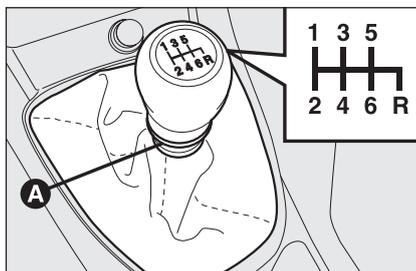
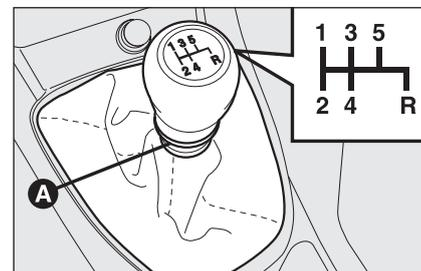
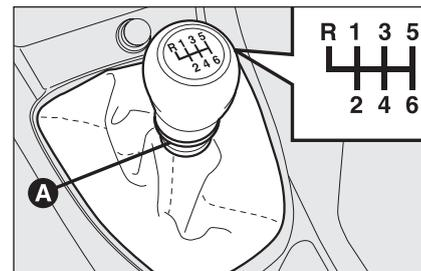

fig. 2
fig. 3
fig. 4
Para acoplar las marchas, pise a fondo el pedal del embrague y ponga la palanca del cambio en la posición deseada (el esquema para acoplar las marchas está representado en la empuñadura de la palanca **fig. 2, fig. 3 y fig. 4**).
Para engranar la marcha atrás R desde la posición de punto muerto es necesario levantar la abrazadera deslizante **A-fig. 2, A-fig. 3 o A-fig. 4** y al mismo tiempo:
- mover la palanca hacia la derecha y a continuación hacia atrás (versiones 1.4i6V, 1.6 Multijet, 1.9 Multijet 16V) (**fig. 2**) y 1.9 Multijet 8V (**fig. 3**);
- mover la palanca hacia la izquierda y a continuación hacia delante (versiones 1.4 T-JET, 1.4 Turbo Multi Air, 2.0 Multijet) (**fig. 4**).